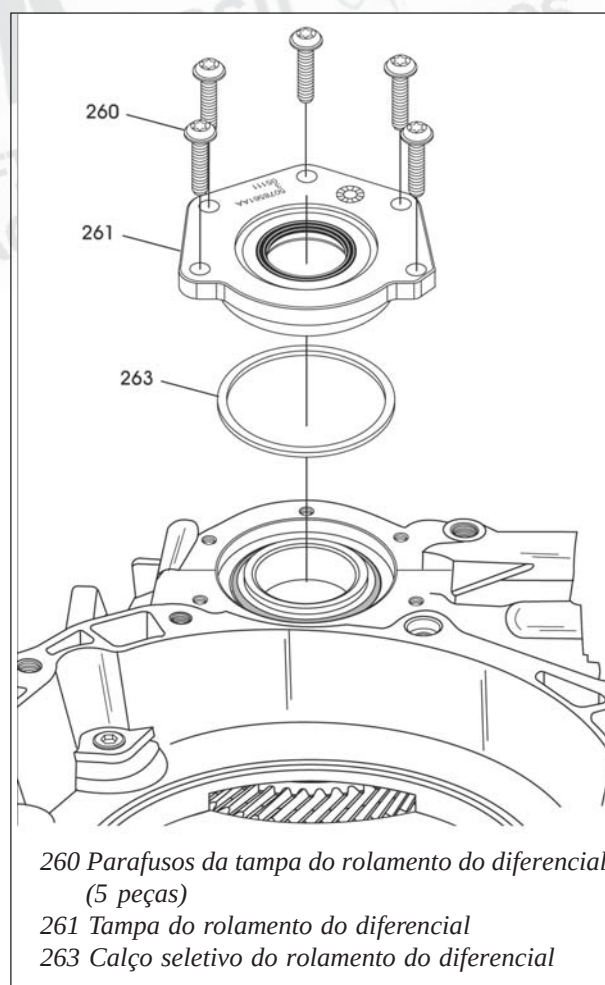

Figura 103
32. Instale a tampa do rolamento do diferencial junto com seu calço seletivo, conforme mostra a figura 103.
33. Instale 5 parafusos de fixação, conforme mostra a figura 103 e aperte-os com um torque de 12 Nm.